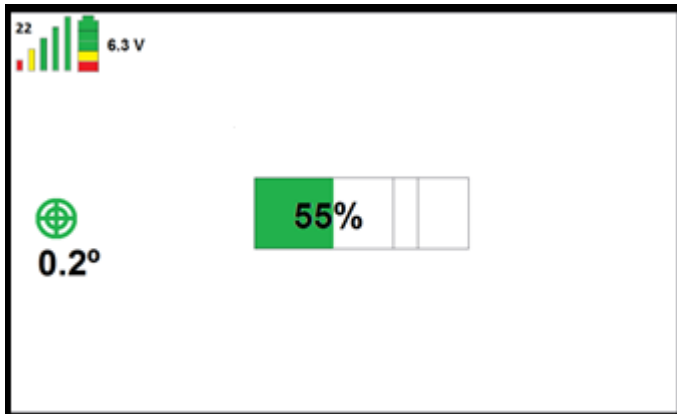

Abbildung 51
- Links oben wird die Sendefrequenz angezeigt (Siehe Abbildung 51) in diesem Beispiel ist dies 22.
- Die Signalstärke wird mit 5 senkrechten Balken dargestellt. Bei guter Signalstärke sind diese alle eingeblendet (Abbildung 51). Wenn das Signal schwächer wird, werden zunächst die grünen Balken und dann der gelbe und der rote ausgeblendet.
- Der Batterieladestatus wird mit dem Batteriezeichen links oben auf der Anzeige dargestellt. Wenn die Batterie vollständig geladen ist, werden 3 grüne Blöcke sowie 1 gelber und 1 roter Block angezeigt (Abbildung 51). Wenn die Ladung nicht mehr vollständig ist, werden dementsprechend Blöcke ausgeblendet.
- Die Spannung ist in Volt angegeben. In (Abbildung 51) ist dies 6,3 V.
- Der Grad der Horizontalstellung der Maschine wird ebenfalls angezeigt. Dies sind die grünen Kreise mittig am linken Bildschirmrand. In (Abbildung 51) steht der Kran um 0,2° geneigt.
- Die Belastung des Krans beträgt 55 % (Abbildung 51).